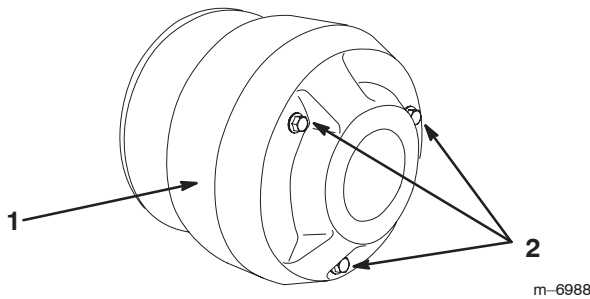

Bild 56
- Entfernen Sie die drei Schrauben, mit denen die Abdeckung an der Kupplung befestigt ist und nehmen Sie die Abdeckung ab (Bild 56).